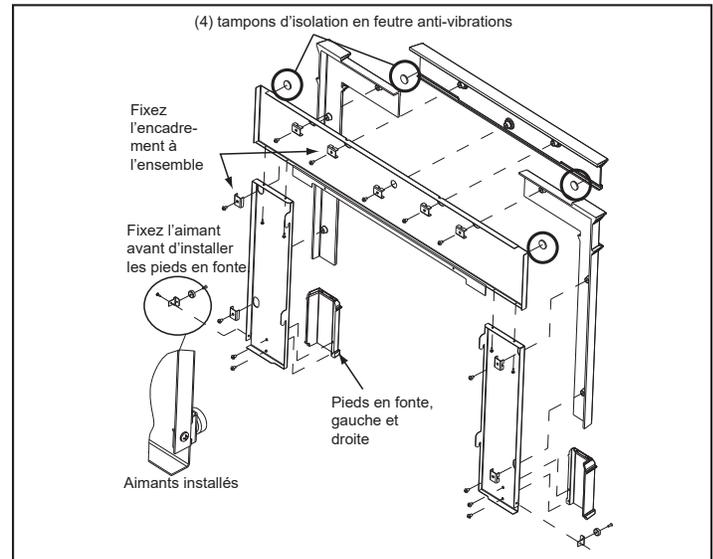

Figure 25.1
1. Placez les tampons d'isolation antivibratile en feutre à bande adhésive pelée et collée sur la face avant de chaque côté de la pièce en métal supérieure et sur la face arrière de chaque côté de la pièce supérieure en fonte. Figure 25.1
- a. Placez les pièces de garniture en fonte correspondantes (2 faces latérales décoratives en fonte et 1 en-tête décoratif en fonte) sous l'ensemble d'encadrement, également face vers le bas. Alignez les trous dans les pièces en métal avec les 5 bossages sur la pièce supérieure en fonte et 2 bossages sur chaque pièce latérale. **Figure. 25.1**
- b. Rattacher les aimants aux supports à aimants avec une vis autotaraudeuse pour chacun. Reliez l'aimant et le support aux faces latérales d'encadrement en métal avec la face de l'aimant orientée vers l'avant **Figure. 25.1**